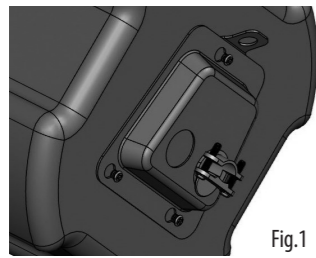
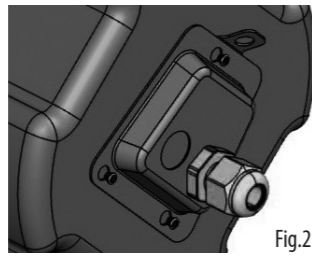

Fig.1
Fig.2
- Die Lautsprecher werden mit einer Standard-Lautsprecherkabelklemme (Abb. 1) und einer optionalen Verschraubung für EN5424-Anwendungen (Abb. 2) geliefert. (Bitte beachten Sie, dass EN5424 die Subwoofer CVS 801S und CVS801SLZ nicht abdeckt.)
2. Corte o orifício na placa do forro com uma serra circular ou serra de almofada (Fig.2). Coloque o anel em C e a ponte de ladrilhos no topo do painel do teto, alinhando o anel em C sobre o orifício e aparafuse o anel em C na ponte de ladrilhos usando os fixadores fornecidos. (Fig.3)